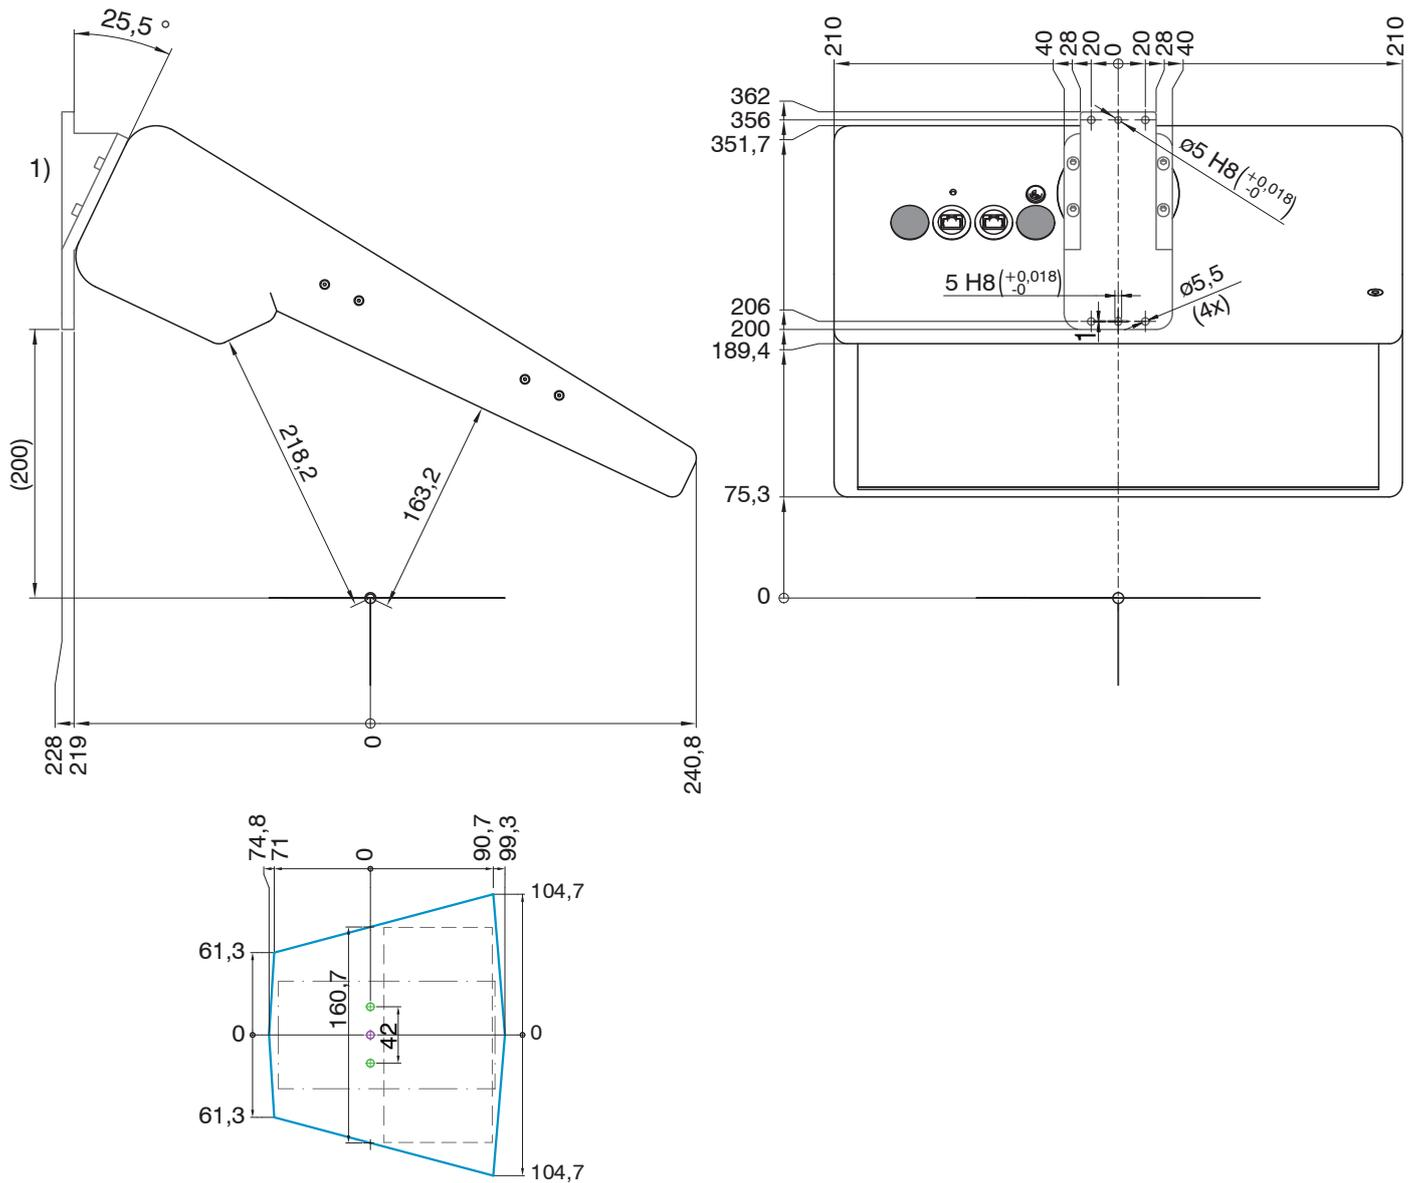

Abb. 2 Maßzeichnung Messsystem RCS130-160 mit Messfenster
1) Größenangaben beziehen sich auf die Referenzebene. Trapezförmiges Messfeld - es ist die mittlere Breite angegeben. Genaue Abmessungen, siehe Abb. 2.
Sowohl für die Defekterkennung als auch für die 3D-Rekonstruktion muss sich die Oberfläche des Messobjekts im Bereich der Tiefenschärfe der Objektivs befinden. Die Toleranzen für die vertikale Positionierung liegt bei ca. $40\ \mu\text{m}$ ($-20\ \mu\text{m}$ bis $+20\ \mu\text{m}$). Die Abmaße der Messfelder, innerhalb deren sich das Messobjekt befinden muss, finden Sie in der Maßzeichnung, siehe Abb. 2.